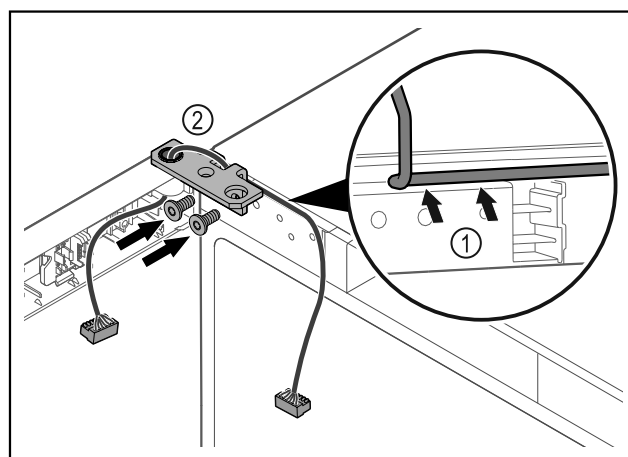

Fig. 53
- Introdurre il cavo nel foro della cerniera angolare e posarlo con cautela Fig. 53 (1).
- Avvitare la cerniera angolare Fig. 53 (2).